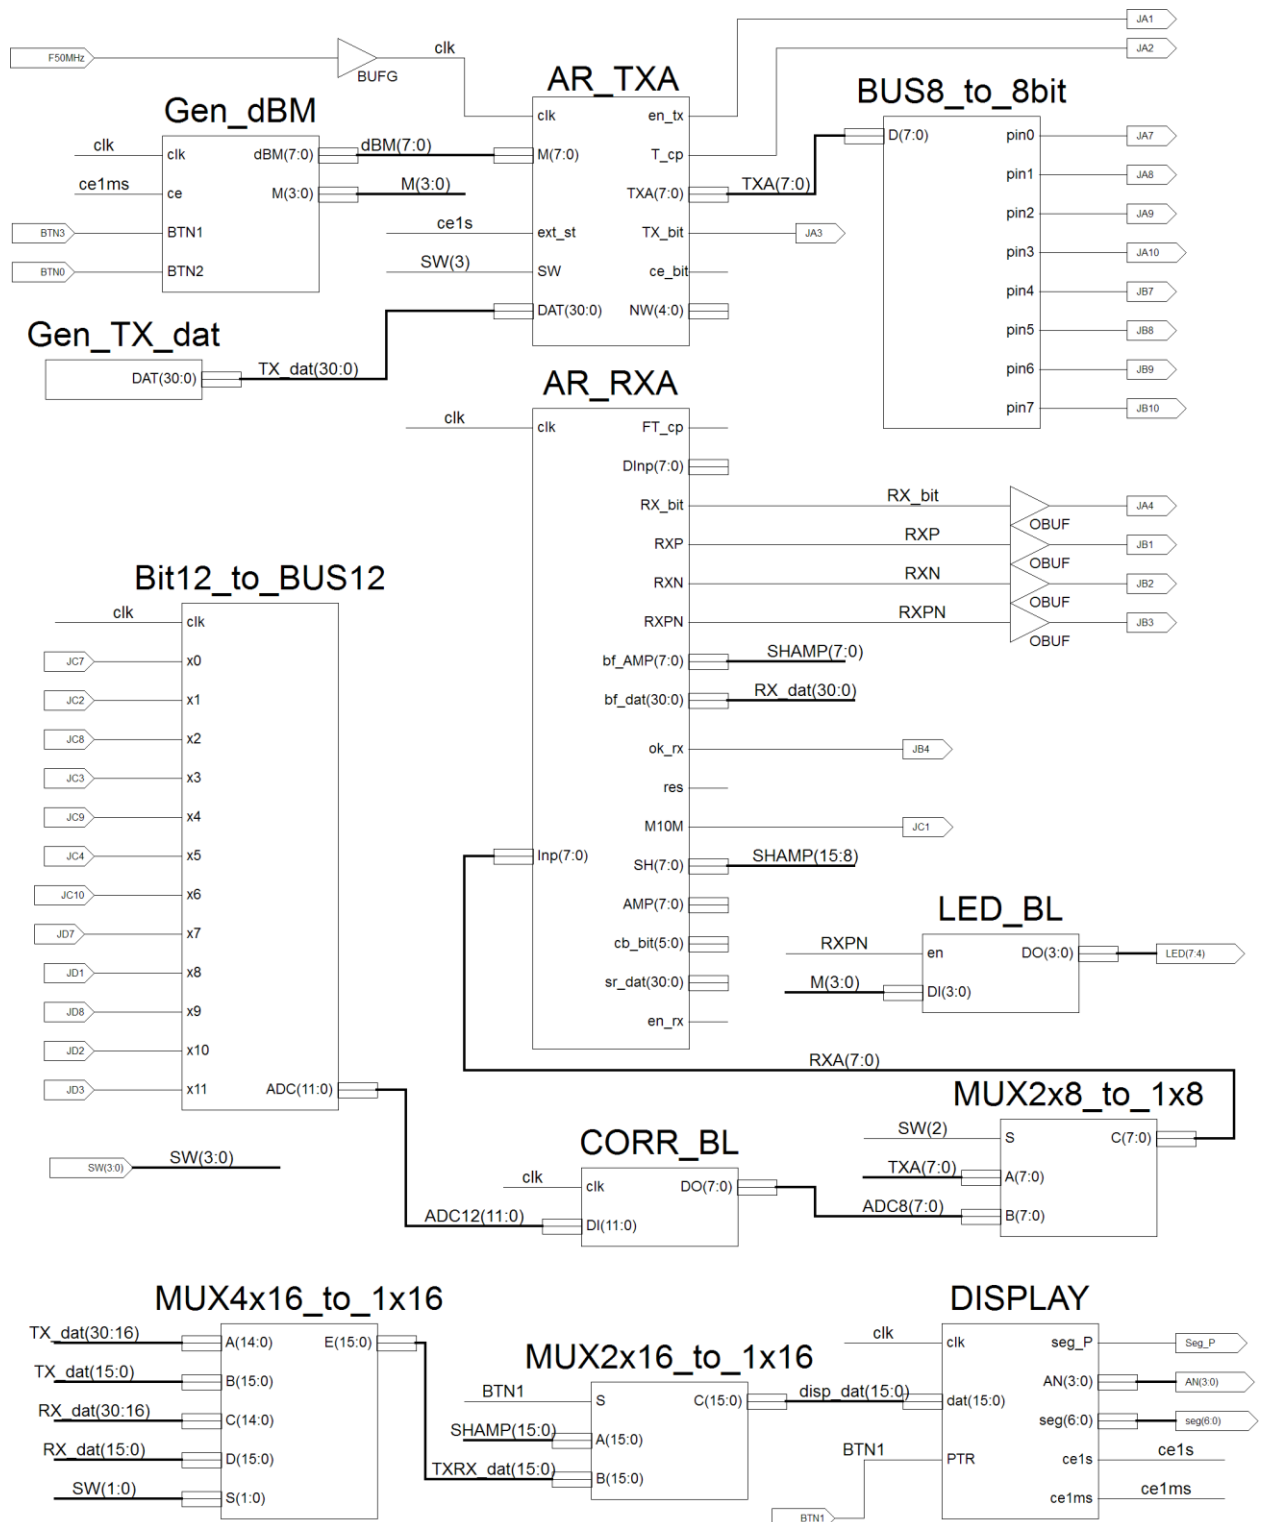

Рис.5 Схема лабораторной работы S\_Sch\_Lab405\_PADC
3.3 Начертить в тетради схему лабораторной работы рис.5.
Для сдачи лабораторной работы кроме NEXYS-2, необходимы: макет цифроаналогового преобразователя (ЦАП) DAC\_R2R и макет аналого-цифрового преобразователя (АЦП) PADC, которые соединяются с NEXYS2 в соответствии с рис.5.
- 5.2 При работе в Schematic на листе схемы S\_Sch\_Lab405ADC разместить все необходимые символы и соединить их в соответствии с рис.5.